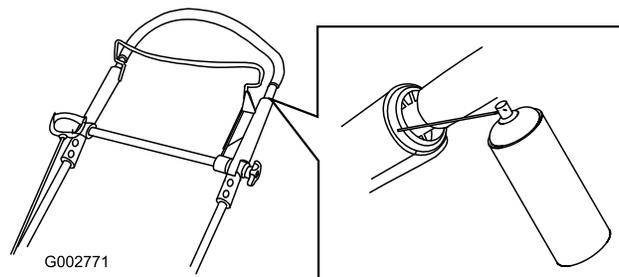

Figura 30
- Spruzzate il prodotto sull'estremità esterna di plastica della parte interna della stegola (Figura 30).